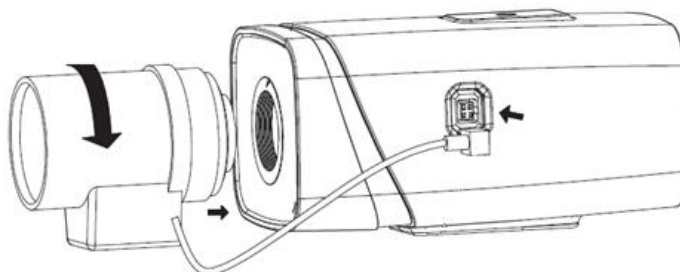

Рисунок 5.1 – Присоединение объектива
1. Присоедините объектив в соответствующее гнездо, предварительно сняв колпачок защиты матрицы видеокамеры. Поверните объектив по часовой стрелке для надёжного закрепления (Рисунок 5.1).